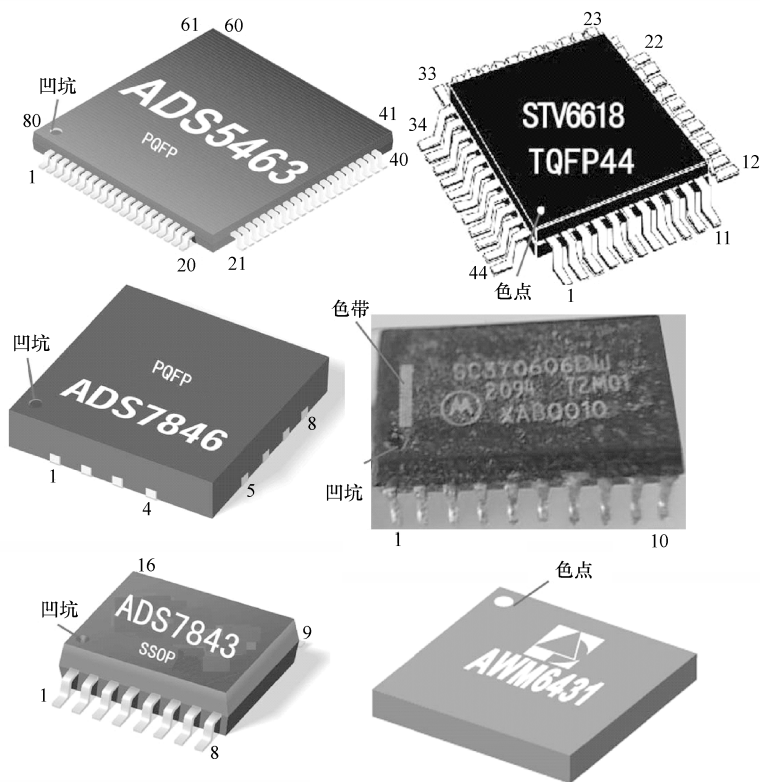

图 4-11 扁平封装集成电路引脚识别
先找出①引脚，然后按照逆时针方向确定其他引脚。确定①引脚方法：一般在集成电路表面字体正方向左侧有一定位标记（这些标记有：凹坑、色点、色带、缺口或短垂线等），面对定位标记，标记对应一侧为①引脚，然后从①引脚数，逆时针方向依次为②引脚、③引脚、④引脚…。有的集成电路没有任何标记，此时应将印有型号的一面正向对着自己，按从左向右方向读出引脚号，如图 4-11 所示。